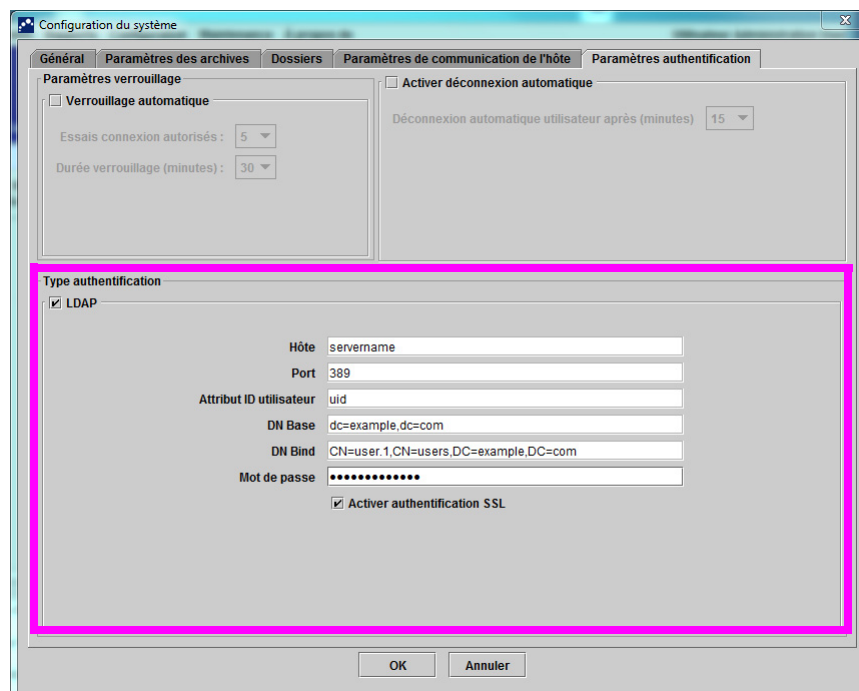

Figure 2-87. Paramètres d'authentification configurés pour le LDAP
2. Cliquez sur l'onglet **Paramètres authentification** ; les informations sur les paramètres d'authentification s'affichent. Voir la Figure 2-87.
- **DN Base**—Saisissez le nom distingué (DN) de base Le DN de base est le point depuis lequel un serveur cherche des utilisateurs. Le serveur effectuera la recherche LDAP de l'utilisateur administrateur à partir du DN de base (dc=exemple,dc=com).